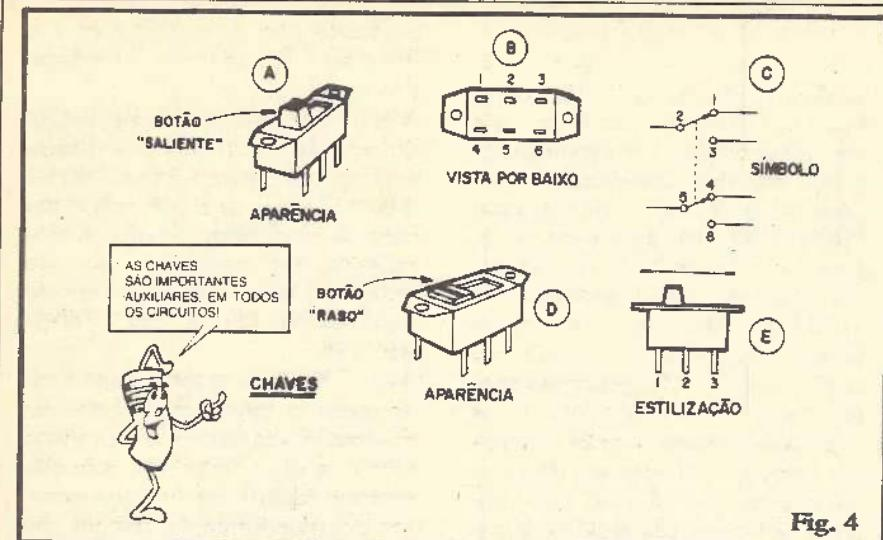

Fig. 4
- FIG. 4 - Outro importante componente "eletro-mecânico" de apoio, utilizado em praticamente todo e qualquer circuito, aparelho, experiência, etc. (principalmente no comando do "liga-desliga" da alimentação). A CHA-
mento de tensão" (existe lá atrás da grande maioria dos aparelhos eletro-eletrônicos domésticos...), ou seja, na determinação da "tensão da rede", 110 ou 220V, sob a qual aparelhos ou circuitos devam trabalhar. Nesse caso, como o acionamento da chave é feito **uma única vez** (ao ser instalado o dispositivo num determinado local de uso...), o "botão" é "raso" (ver 4-D) de modo que não possa, accidentalmente, ser mudado de posição... Finalmente, na fig. 4-E temos a **estilização** mais usada para representar as chaves H-H nos diagramas de montagem (chapeados) do ABC. Como na maioria das vezes usamos apenas "um lado" da chave, essa é vista lateralmente, enfatizando apenas os terminais 1-2-3 (dentro do referencial numérico atribuído para efeito de identificação, como na fig. 4-B...).